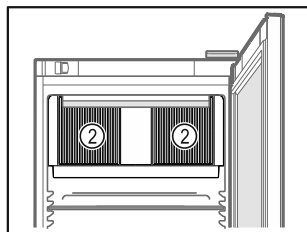

Fig. 54
- ❑ Не закрывайте вентиляционную щель Fig. 54 (2) вентилятора циркуляционного воздуха во внутренней камере.